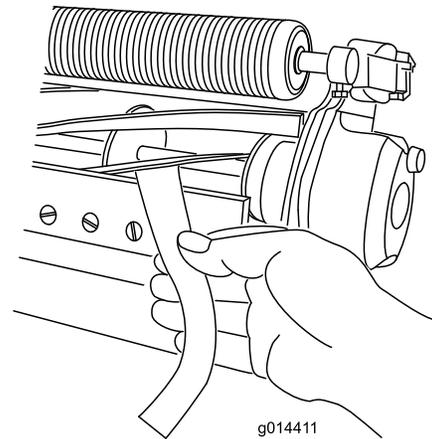

図 5
- B. 刃合わせチェックペーパーを、リールとベッドナイフとの間に入れてベッドナイフに対して直角にセットし(図5)、リール